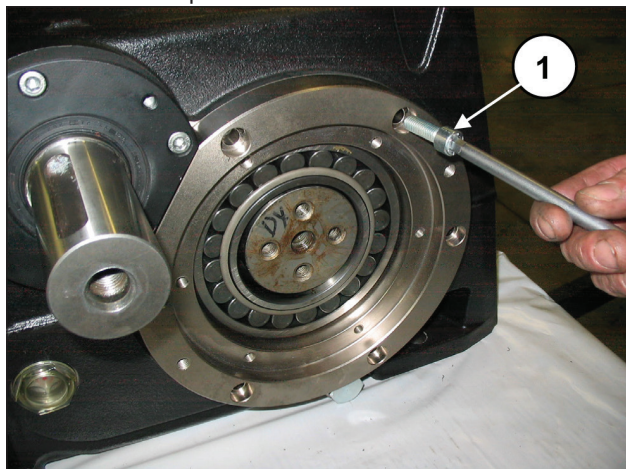

Fig. 75
Visser les caches porte-roulement à l'aide de 6+6 vis M10x30 (rep. ①, Fig. 75).